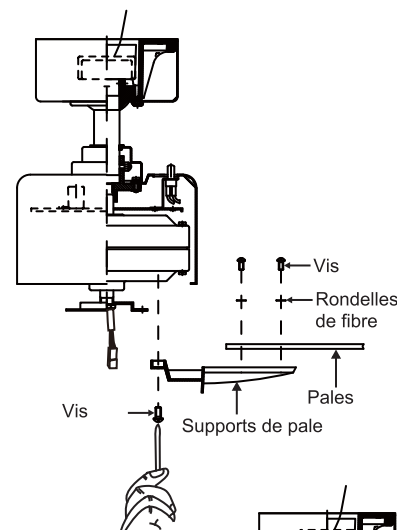

Fig. 16
Étape 1. Fixer une pale sur un support de pale à l'aide des vis et rondelles de fibres fournies. (Fig. 16)
Étape 2. Fixer chaque support de pale sur le moteur à l'aide des vis de montage « préinstallées » sur les supports de pale (Fig 16).